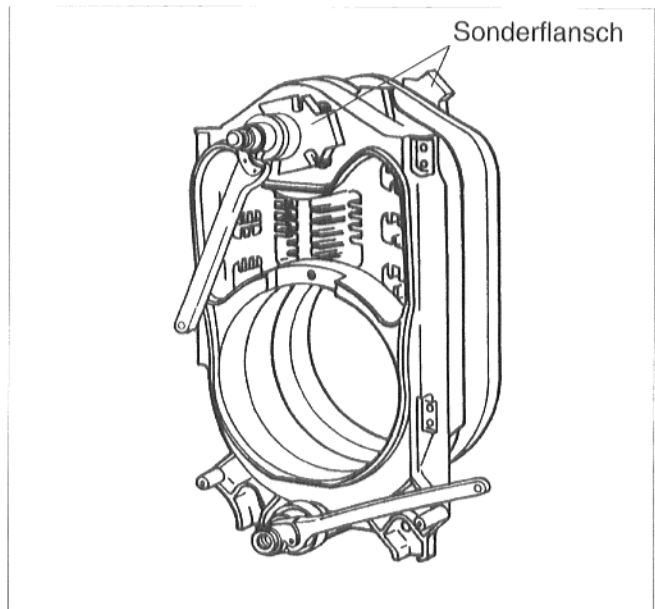

Abb. 10
- Sonderflansch auf das Kesselpreßwerkzeug aufschieben und das Kesselpreßwerkzeug je nach den örtlichen Platzverhältnissen von vorne oder hinten durch die obere Kesselnabe schieben (Abb. 10).
- Kesselpreßwerkzeug in der oberen Kesselnabe zentrieren und leicht anziehen (Abb. 10).
- An der unteren Kesselnabe auf die gleiche Art vorgehen, jedoch normale Druckflansche verwenden (Abb. 10).